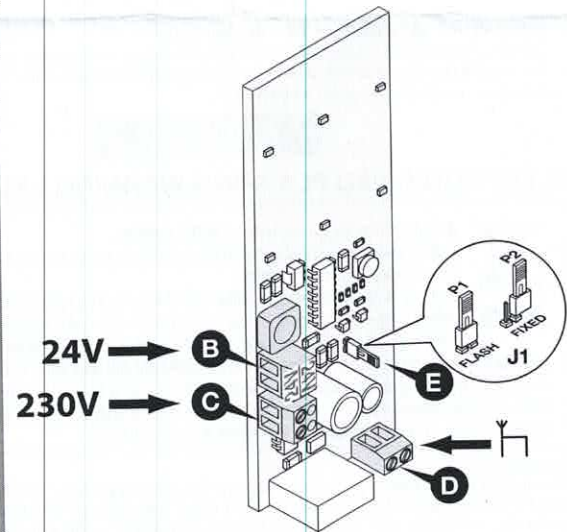

Fig. 3
- Führen Sie die elektrischen Anschlüsse an den Schaltkreis Abb. 3 aus: